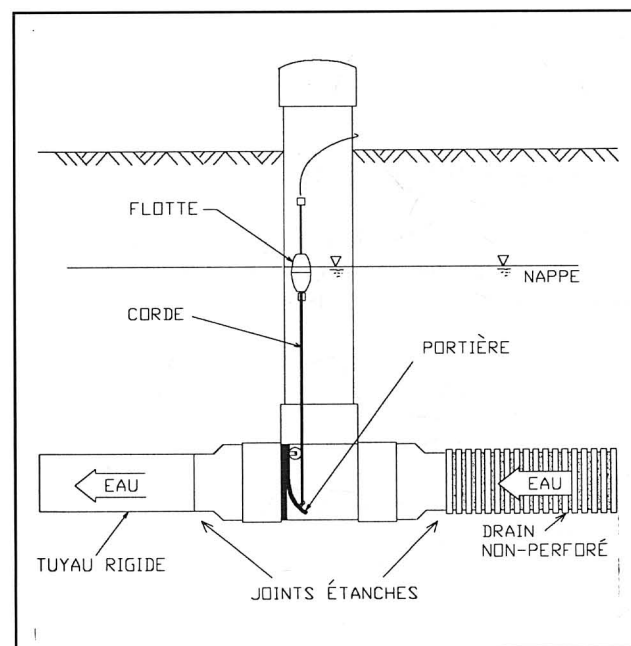

Figure 1: Chambre à flotte
- Chambre à flotte (figure 1): elle est construite en chlorure de polyvinyle (PVC) et son diamètre varie entre 100 et 300 mm. Légère, peu encombrante et facile à installer et à ajuster, la chambre à flotte est disponible sur le marché.